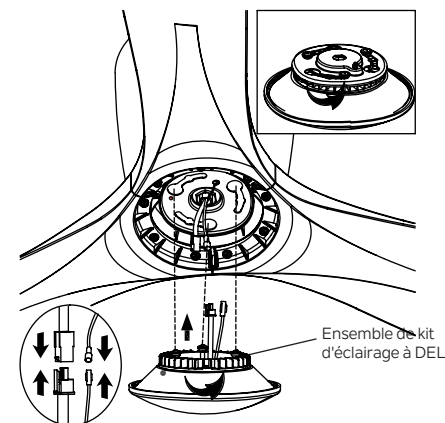

Fig. 14
**Étape 1.** Maintenez l'ensemble du kit d'éclairage à DEL près du moteur et connectez les connecteurs à broches ensemble. (Fig. 14)
**Étape 2.** Rangez soigneusement les connexions dans l'ensemble du kit d'éclairage à DEL, soulevez l'ensemble du kit d'éclairage à DEL jusqu'au moteur, alignez les étiquettes avec le point rouge, et tournez les vis situées en haut du kit d'éclairage à DEL dans la direction de l'extrémité étroite des trous oblongs situés sur le moteur (voir illustration). Assurez-vous que toutes les vis sont bien serrées et que le kit d'éclairage à DEL ne tourne plus (Fig. 14).